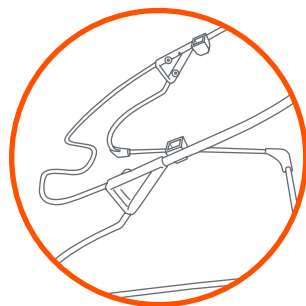

Fig. 3
- 3) • The completed frame assembly should look exactly as what is shown in (Fig 3).
- El armazón de la estructura ya completo debe verse exactamente como se muestra (Fig 3).
- L'assemblage du socle doit ressembler exactement à ce qui est montré ici (Fig 3).